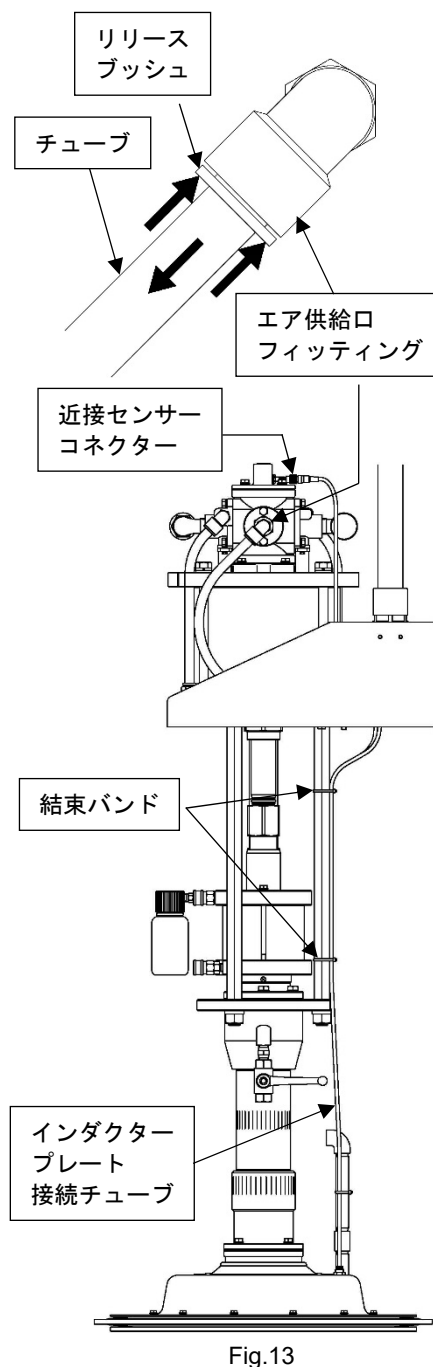

Fig.13
- ポンプ頭頂部にある近接センサーのコネクターネジを緩め、コードを取り外してください。（Fig.13）
- ポンプのエア供給口に接続されているチューブをフィッティングから引き抜いてください。（Fig.13）
- インダクタープレートに接続されているチューブ2本を抜き、ポンプの3本スタッドに留められている結束バンド2か所からもチューブを抜いてください。（Fig.13）